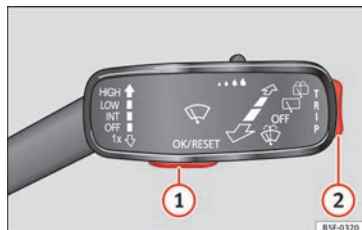
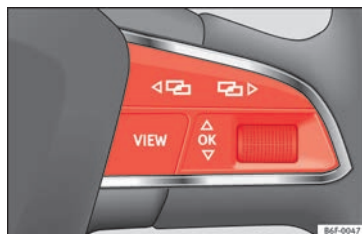

Fig. 43 Leva dell'impianto tergicristalli con display di controllo.
Fig. 44 Lato destro del volante multifunzione: tasti di controllo.
Il sistema di informazioni per il conducente si gestisce con i tasti del volante multifunzione » fig. 44 o con la leva del tergicristalli » fig. 43 (se il veicolo non è dotato di volante multifunzione).
- Nel caso in cui venga visualizzato un messaggio o il pittogramma del veicolo, premere il tasto » fig. 43 ① della leva del tergicristalli o il tasto OK del volante multifunzione » fig. 44.
- Se si usa la leva dell'impianto tergicristalli: per visualizzare il menu principale o per tornare al menu principale da un altro menu, mantenere premuto il tasto doppio » fig. 43 ②.
- Se si usa il volante multifunzione: non compare l'elenco del menu principale. Per scorrere ogni punto del menu principale, premere il tasto < o > diverse volte » fig. 44.
- Premere il tasto doppio » fig. 43 ② della leva del tergicristalli verso l'alto o verso il basso o ruotare la manopola del volante multifunzione » fig. 44 fino a che non viene evidenziata l'opzione del menu desiderata.
- Per consultare l'opzione del sottomenu, premere il tasto » fig. 43 ① della leva del tergicristalli o il tasto OK del volante multifunzione » fig. 44.
- Evidenziare o confermare la scelta con il tasto » fig. 43 ① della leva del tergicristalli o con il tasto OK del volante multifunzione » fig. 44.
- *Nei veicoli senza volante multifunzione:* premere il tasto doppio **TRIP** della leva dell'impianto tergitristalli » **fig. 43**.
- *Nei veicoli con volante multifunzione:* ruotare la rotella » **fig. 44**.
- *Veicoli con volante multifunzione:* ruotare la rotella » **fig. 44.**